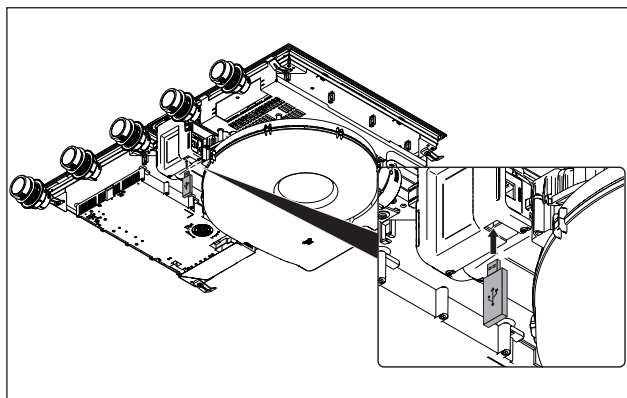

Fig. 1 Connexion de la clé USB
- Connectez la clé USB sur le dispositif Fig. 1 aspirant.